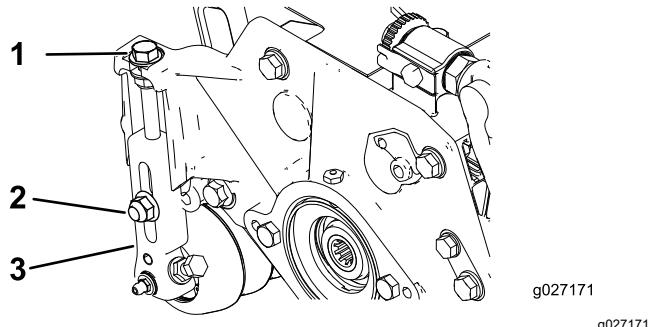

Bild 15
1. Lösen Sie die Sicherungsmuttern, mit denen die Schnithöhenhalterungen an den Seitenplatten des Mähwerks befestigt sind (**Bild 15**).